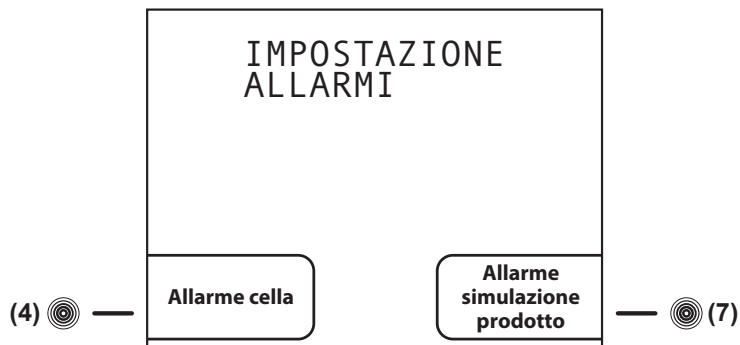
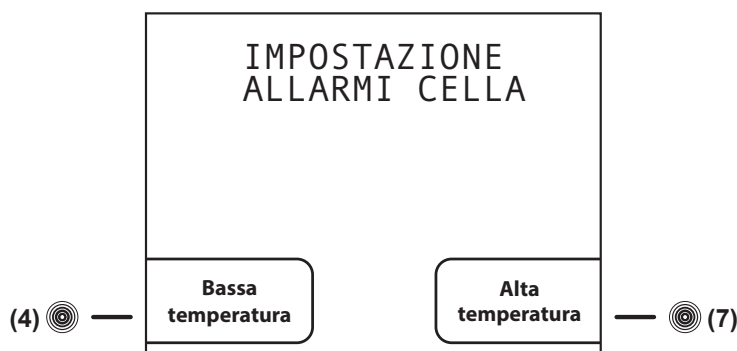
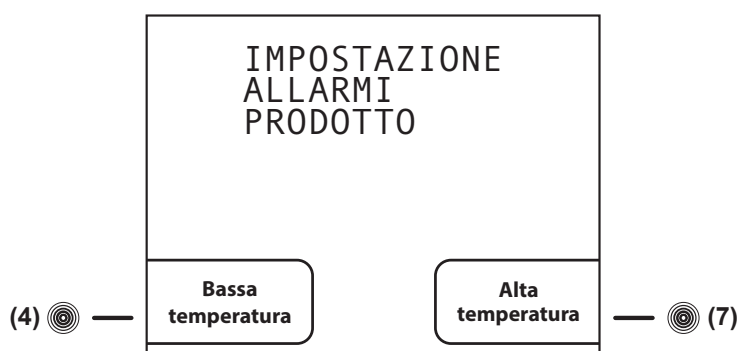

Fig.17
Fig.18
Fig.19
All'interno del menù impostazione allarmi, troviamo 2 sottomenù (Fig.17) che consentono di modificare gli allarmi relativi la cella e gli allarmi relativi alla simulazione prodotto (se la relativa sonda opzionale è installata).
- dal sottomenù IMPOSTAZIONE ALLARMI (Fig.17) premere il tasto **touch (4)** per entrare nella schermata IMPOSTAZIONE ALLARMI CELLA (Fig.18)
- dal sottomenù IMPOSTAZIONE ALLARMI (Fig.17) premere il tasto **touch (7)** per entrare nella schermata IMPOSTAZIONE ALLARMI PRODOTTO (Fig.19)